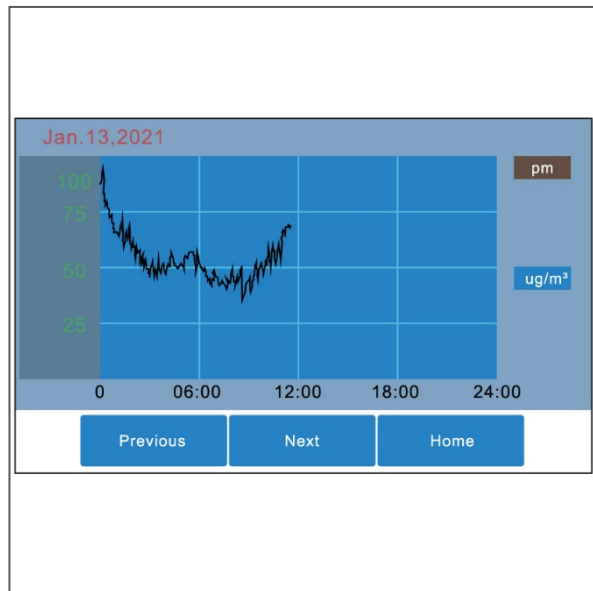

Figura 13
2. Si apre la panoramica PM (Figura 13).